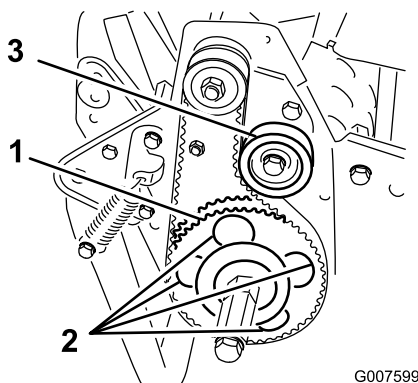

Figura 48
7. Ruotate la puleggia condotta finché i fori non sono allineati con le 4 viti a testa flangiata del cuscinetto a rulli (Figura 48).
11. Regolate la tensione della cinghia e serrate la vite di montaggio della puleggia tendicinghia (Figura 48).